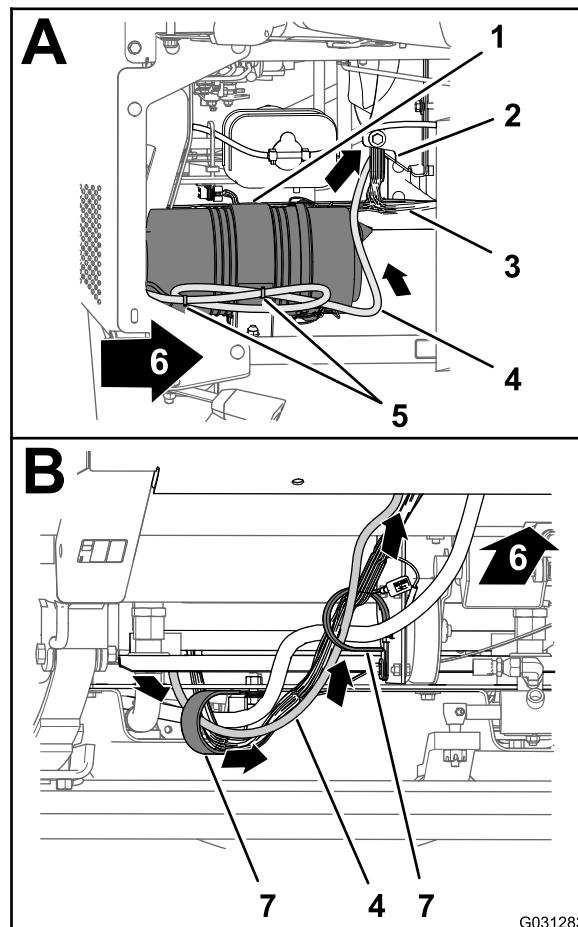

Figura 141
2. Disponete la diramazione da 220 cm del cablaggio dati davanti e attraverso i 2 serratubi a R nella parte inferiore della macchina (Figura 141).
1. Sul lato destro del vano motore, disponete la diramazione di 220 cm del cablaggio dati davanti al filtro dell'aria per il motore e in basso, verso l'angolo inferiore destro del radiatore (Figura 141).